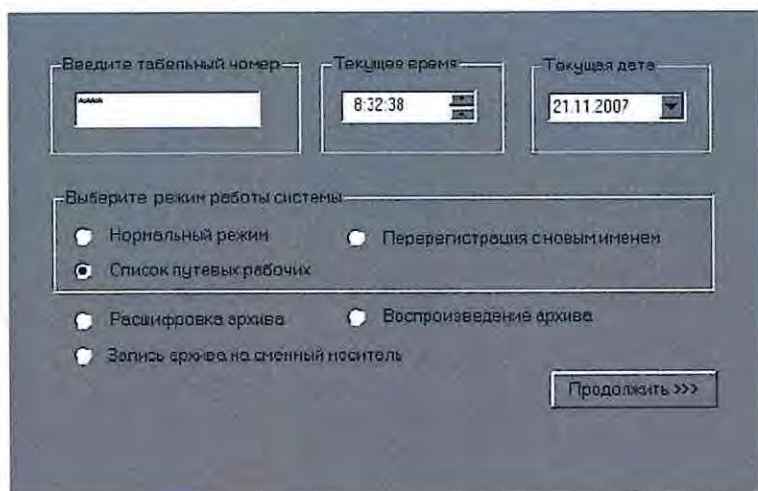

Рисунок 7. Вход на АРМ ДСП.
7.2.3 После перезапуска на монитор ПЭВМ выводится окно диалога для регистрации ДСП. В поле «Введите табельный номер» вместо номера необходимо ввести пароль электромеханика, и затем нажать клавишу «Enter». Если пароль введен верно, в окне диалога станет возможным выбор дополнительных режимов работы «Расшифровка архива», «Запись архива на сменный носитель», «Воспроизведение архива» (Рисунок 7).